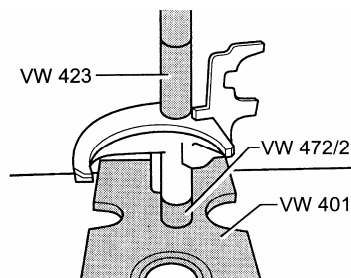

图 12-57 球形套筒的拆装
(2) 球形套筒的拆卸和安装, 应使用专用工具并按图 12-57 所示进行。